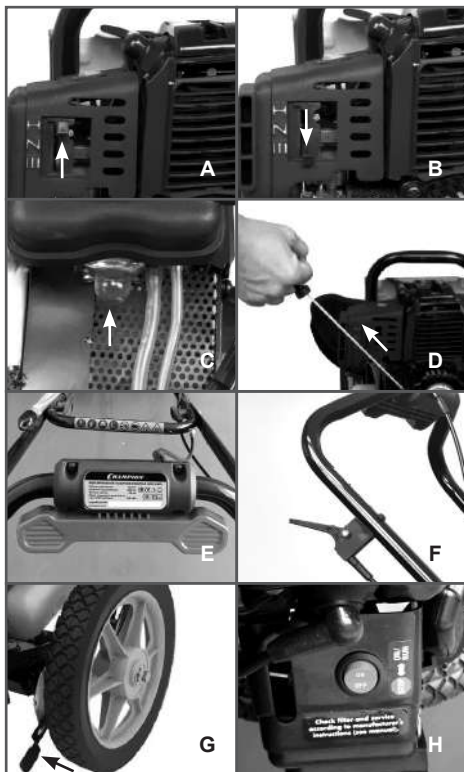

Рис. 7 Расположение органов управления газонокосилкой
- Закройте воздушную заслонку. Для этого рычаг заслонки поднимите вверх (Рис. 7А).
- Нажмите на ручной топливный насос 10 раз, до появления в нем топлива. Насос находится в нижней части карбюратора под корпусом воздушного фильтра (Рис. 7С).
- Выключатель зажигания установите в положение «On» (Рис. 7Н).
*При запуске двигателя не нажимайте на рычаг газа (Рис. 7Е). Двигатель заглохнет.*
Для включения газонокосилки необходимо нажать на рычаг газа (Рис. 7Е). При увеличении оборотов двигателя происходит срабатывание центробежной муфты сцепления, триммерная головка начнет вращаться.